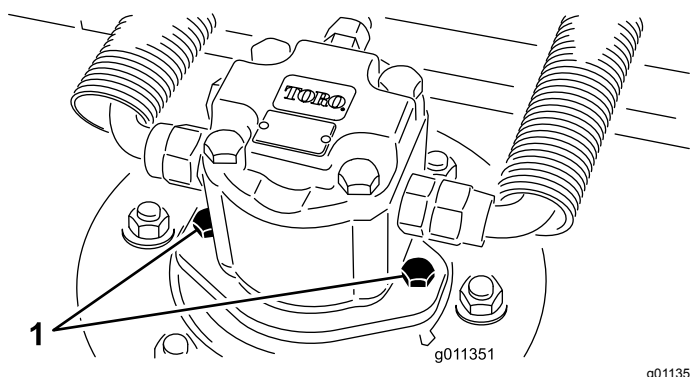

Figura 64
2. Scollegate e staccate il motore idraulico dal piatto di taglio (Figura 64). Coprite la parte superiore del mandrino per impedire che venga contaminato.
4. Montate il motore idraulico sul piatto di taglio (Figura 64). Verificate che l'O-ring sia in sede e non sia danneggiato.